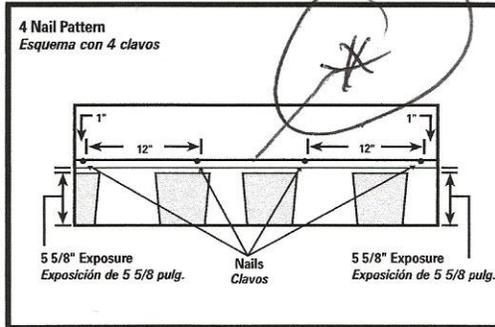

Fig. 4A Six Nail Fastening Pattern
**Six Nail Pattern** Use six fasteners. See Fig. 4A.
**Esquema con seis clavos.** Para 6 sujetadores. Ver la Fig. 4A.